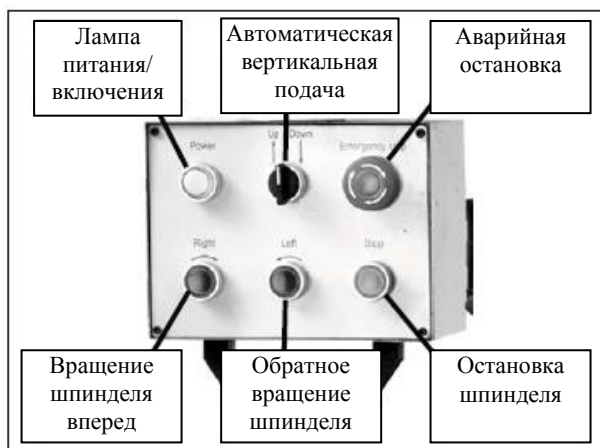

Рисунок 6. Панель управления
1. Нажать кнопку аварийной остановки (см. Рисунок 6).